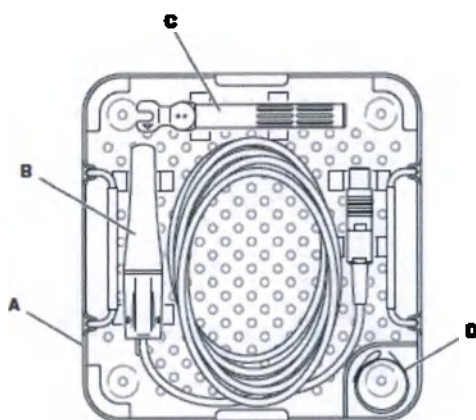

Рисунок 117 — Помещение изделия в стерилизационный контейнер
1. Загрузите рукоятку, динамометрический ключ и многоразовый проволочный очиститель в стерилизационный контейнер Sonopet iQ (рисунок 117) или жесткий стерилизационный контейнер «Эскулап» при необходимости.